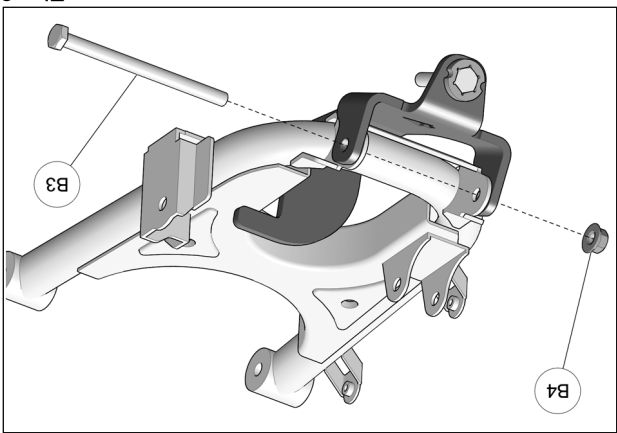

Fig. 8
8. Insérer le nouveau boulon M10x140mm (B3) à travers l'ancrage, le bras de suspension et le moyeu de roue. Fixer le boulon avec l'écrin M10 (B4) fourni. Serrer l'écrin à un couple de 50 N•m [37 lb•ft]. Voir la Fig. 8